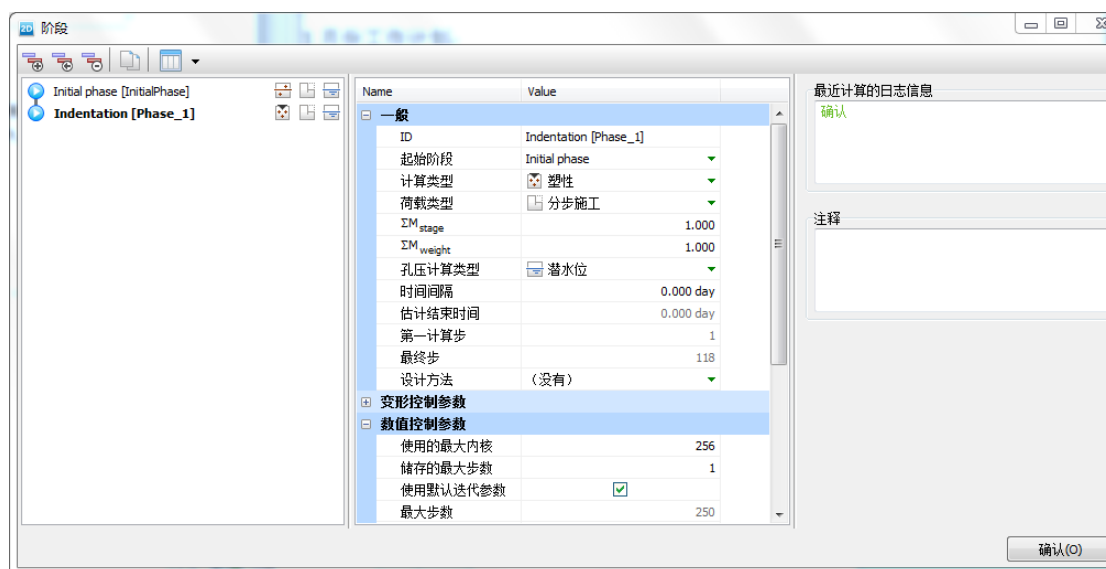

图 17 阶段窗口 Indentation 阶段
- 当前阶段从初始阶段开始，本阶段使用默认的选项和值（图 17）。